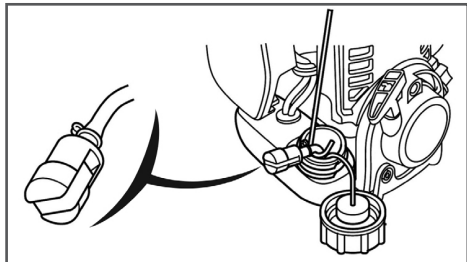

Рис. 15 Топливный фильтр
3. Зацепите крючком топливный шланг с фильтром и вытяните через заливную горловину (Рис. 15).